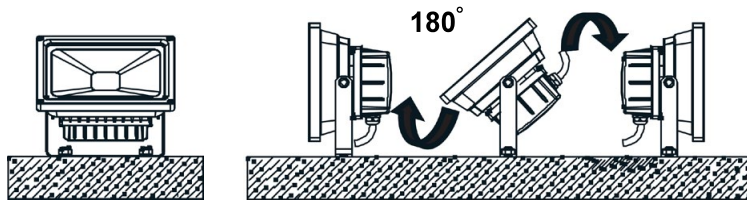

Рис.3. Способ установки 2.
3.2.2. Установка с возможностью поворота на 180 градусов (Рис.3).